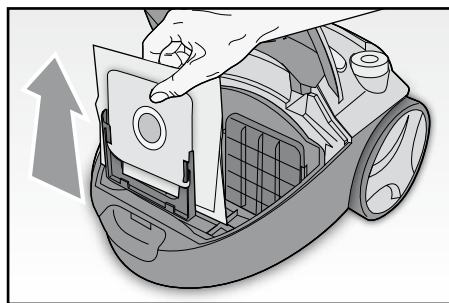

Fig. 8
- Estrarre il sacchetto (FIG. 8), prestando attenzione a non strapparne la parte di cartone rigida, nelle apposite guide, e gettarlo nel bidone della spazzatura.
- Rimuovere il sacchetto (FIG. 8).